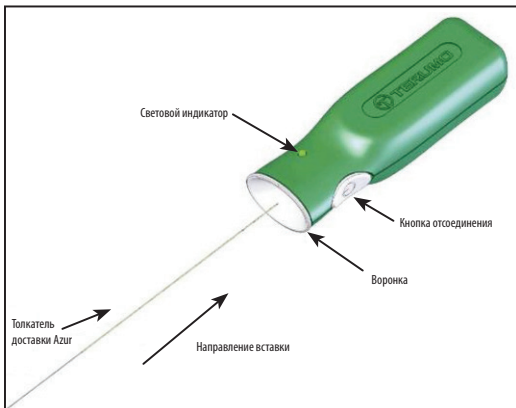

Рисунок 4. Контроллер отсоединения Azur
12. Раскройте пакет с сосудистым окклюдером Azur и удалите с пакета упаковочное кольцо. Перед использованием устройства удалите клин и упаковочное кольцо. Удерживая имплантируемый сосудистый окклюдер Azur и интродьюсер на месте, вытяните толкатель из упаковочного кольца так, чтобы оказался проксимальный конец толкателя доставки. Будьте осторожны, чтобы не избежать загрязнения этого конца толкателя доставки посторонними веществами, такими как кровь или контрастное вещество. Плотно вставьте проксимальный конец толкателя доставки в секцию с воронкой контроллера отсоединения Azur. См. рисунок 4. **Не нажимайте кнопку отсоединения в это время.**
31. Подсоедините проксимальный конец толкателя доставки к контроллеру отсоединения Azur, надежно вставив проксимальный конец толкателя доставки в секцию с воронкой контроллера отсоединения Azur. См. рисунок 4.